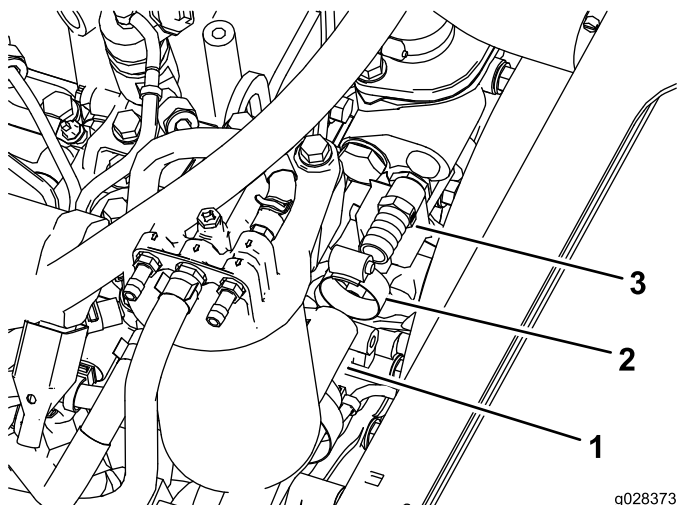

Рисунок 21
3. Установите переходной шланговый штуцер на корпус термостата двигателя (Рисунок 21).
4. Подсоедините свободный конец напорного шланга к переходному штуцеру корпуса термостата (Рисунок 21).
6. Проложите шланг под воздухоочистителем, как показано на Рисунок 21.